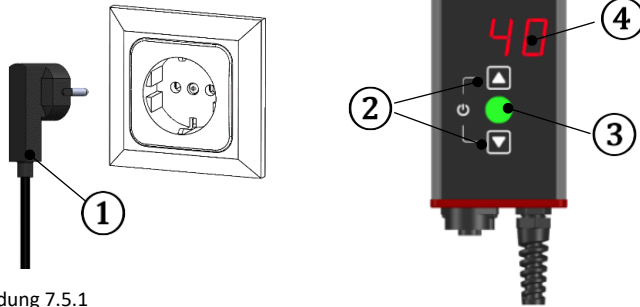

Abbildung 7.5.1
7.5 Inbetriebnahme (Abbildung 7.5.1)